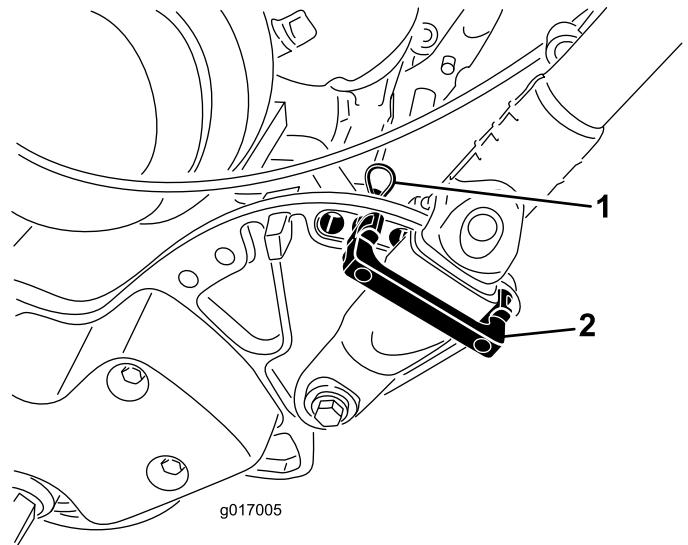

Bild 8
1. Stützen Sie den Holm ab und nehmen Sie gleichzeitig die Kabelbinden ab, mit denen die Holmklemmen an den Seitenplatten befestigt sind (Bild 8).
2. Drehen Sie den Holm in die gewünschte Einsatzposition; setzen Sie eine Holmbefestigung über die Holmklemmen und in die entsprechenden Löcher in der Seitenplatte ein (Bild 8).
3. Arretieren Sie die Klemme mit einem Splint (Bild 8).